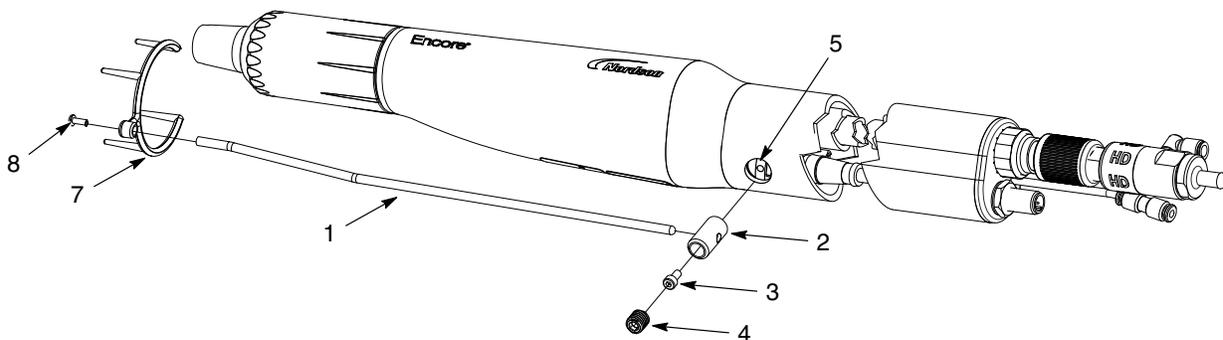

Figura 3-5 Instalação do coletor de iões - pistola com tubo de suporte
NOTA: O furo de montagem do coletor de iões tem de ser instalado na zona dianteira da pistola, como ilustrado na figura 3-5. Se o coletor de iões estiver instalado na zona traseira, ele teria de ser invertido para permitir o acesso à placa de ligação à terra no conjunto da parte traseira do corpo (15). Se for necessário, realize os passos 1-7 do procedimento de desmontagem do tubo de suporte na página 7-2 para remover o tubo, depois virá-lo ao contrário e montar a pistola novamente.
1. Se for aplicável, remova o tampão do furo de montagem (5).
2. Consulte a figura 3-5. Fixe o pino (2) à placa de ligação à terra com o parafuso de sextavado interior (3).
3. Insira a vara do coletor (1) no pino e fixe-a com o parafuso de fixação M10 x 10 (4) com ponta de nylon.
4. Ligue a ponta de pontos múltiplos (7) à vara do colector usando o parafuso M3 x 8 (8).